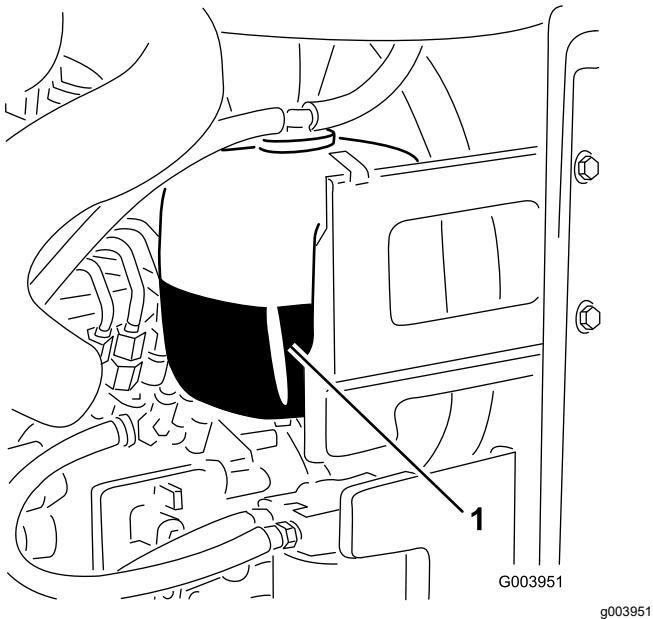

Figure 71
1. Vérifiez le niveau du liquide de refroidissement dans le vase d'expansion (Figure 71). Il doit se situer entre les repères qui figurent sur le côté du réservoir.